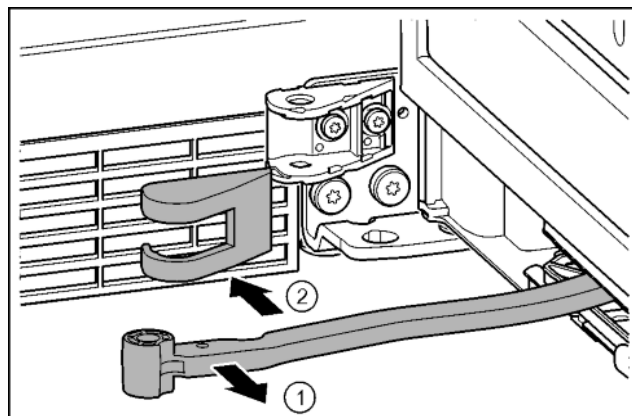

Fig. 19
- ▶ Otočte kloub směrem ke dveřím. Fig. 19 (1)
- ▶ Sejměte kryt stojanu ložiska. Fig. 19 (2)